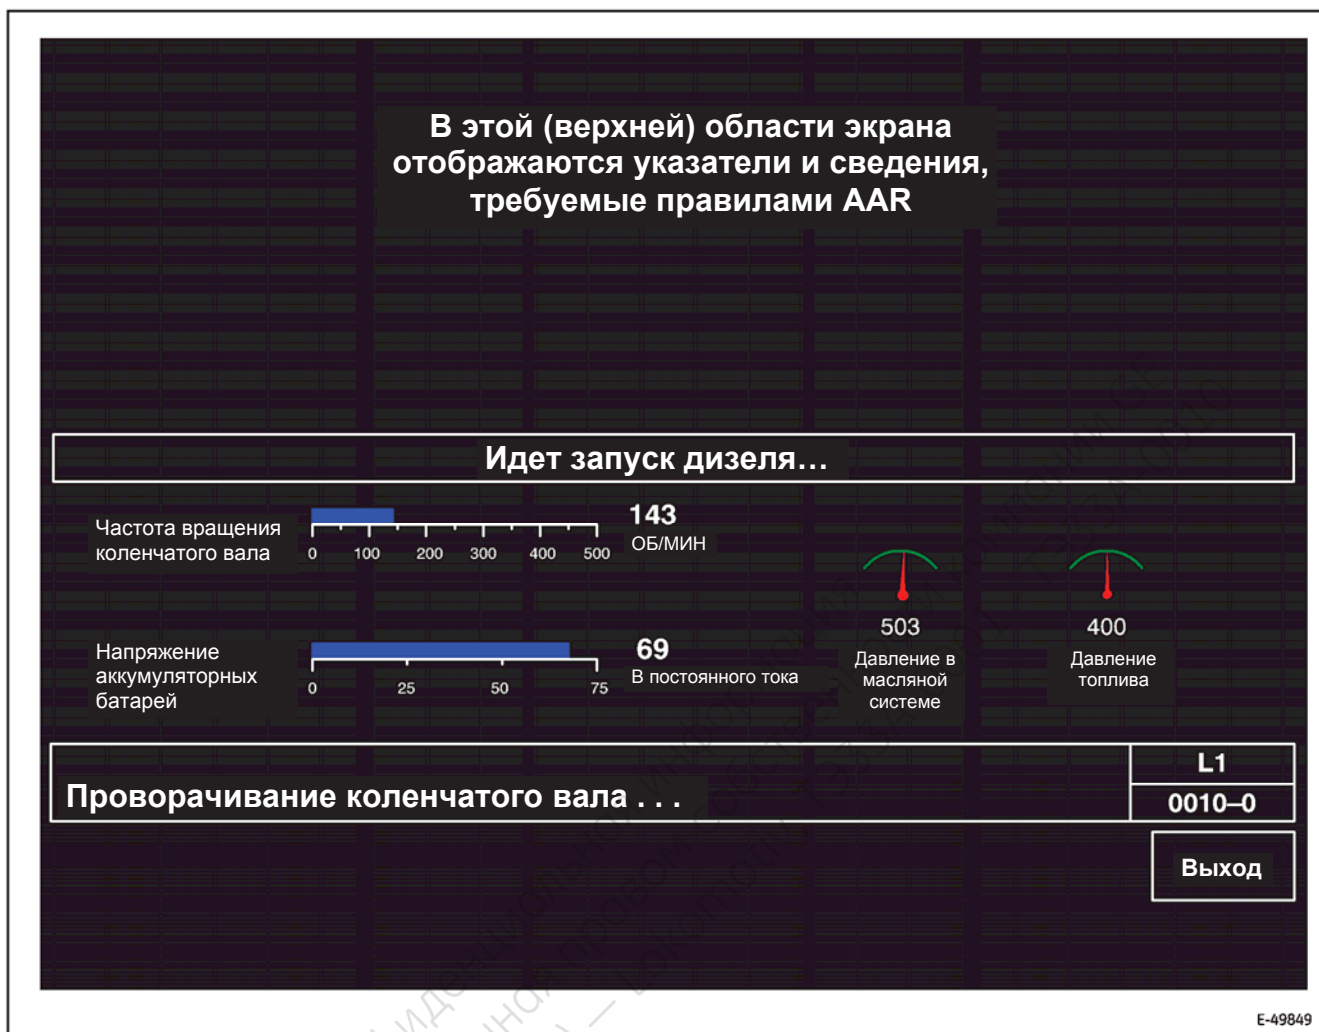

Рис. 78. Окно запуска дизеля (0010-0).
6. Нажмите кнопку Engine Start («Пуск дизеля») и удерживайте ее до тех пор, пока на экране SDIS первичной консоли управления не появится окно запуска дизеля (0010–0, **Рис. 78**). Окно запуска дизеля (0010–0, **Рис. 78**) исчезнет автоматически, как только дизель будет запущен. Во время запуска дизеля происходят следующие события: